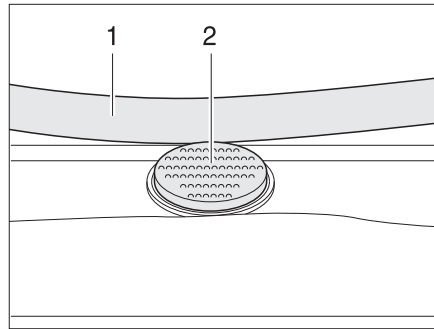

Bild 85 Låsknapp på Heki-takluckan
- Tryck på låsknappen (Bild 85,2) och dra ner bygel (Bild 85,1) med båda händerna.
- Tryck bygel uppåt med båda händerna tills bygel ligger ovanför låsknappen (Bild 85,2).